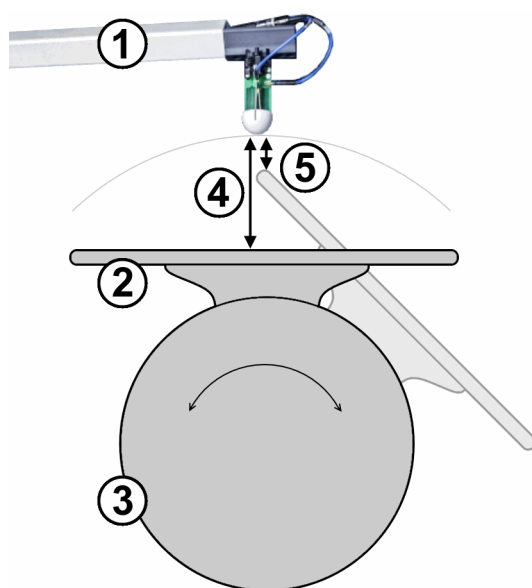

Bild 7-9: Ansicht von oben auf den Drehtisch mit montiertem Leiterplattenhalterungssatz und Antennenarm in der Nähe
- Die Azimutposition, wie in Bild 7-9 gezeigt